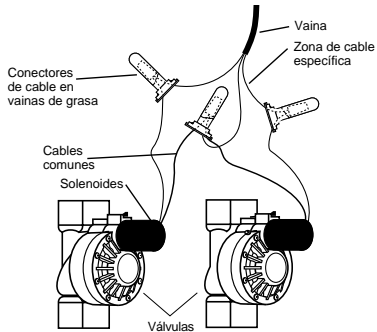

FIGURA 7: Conexión de los cables del controlador a las válvulas
- Cada electroválvula tiene dos cables. Uno de ellos se conecta como cable común. Todos los cables comunes a todas las válvulas pueden conectarse con un único cable común que vaya hasta el controlador. El otro cable de la válvula ha de conectarse con el cable de la unidad específica que controlará cada electroválvula. [Vea la Figura 7].